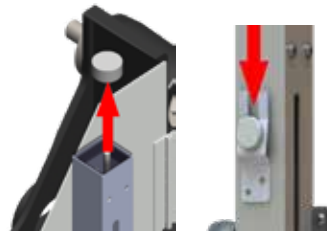

FIG. 13
1. Fije el rodillo delantero con la abrazadera correspondiente. Consulte la Fig. 13.